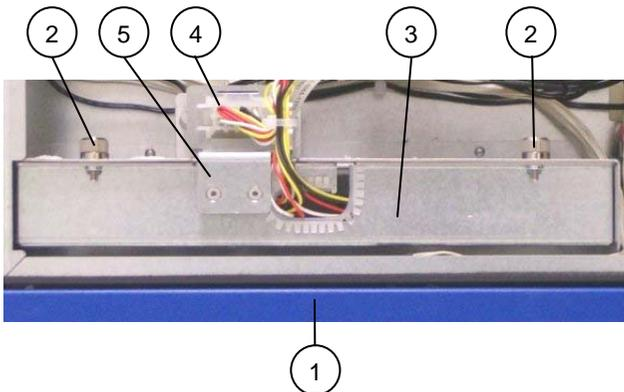
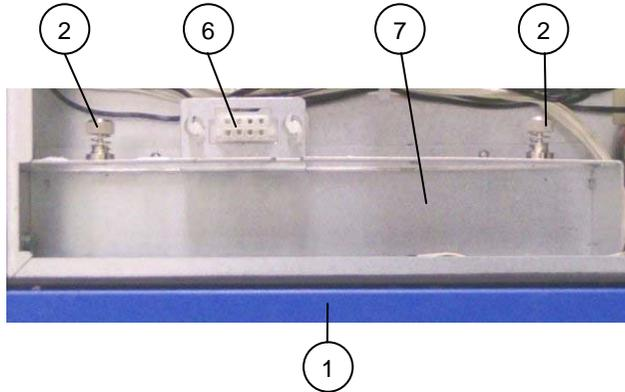

Abb. 22: KISS 2U – Detail des Lüftereinschubs im Systemgehäuse
Abb. 22a: Lüfterfach des KISS 2U ohne Lüftereinschub
2. Lösen Sie die Rändelschrauben (Abb. 22, Pos. 2) und ziehen Sie den Lüftereinschub am Griff (Abb. 22, 22b, Pos. 5) nach oben aus dem Lüfterfach (Abb. 22a, Pos. 7).
**Legende für Abb. 22, 22a und 22b:**